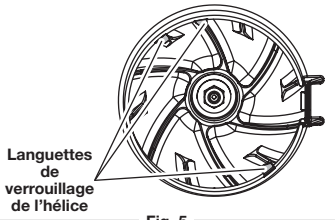
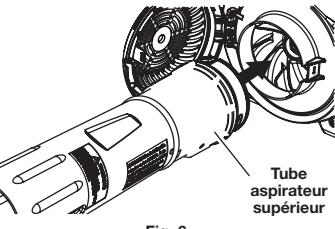

Fig. 5
Fig. 6
2. Tout en gardant la porte de l'hélice ouverte, alignez les trois fentes de le tube aspirateur supérieur avec les trois languettes de verrouillage de l'entrée de l'hélice (Fig. 5). Insérez le tube aspirateur supérieur dans l'entrée de l'hélice et tournez le tube aspirateur supérieur des deux mains dans le sens des aiguilles d'une montre jusqu'à ce que les languettes de verrouillage se verrouillent en place (Fig. 6).